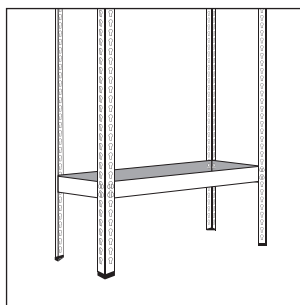

Рис. 3. Сборка каркаса полки
5. Далее возьмите короткие стяжки, и соедините ими собранные стойки таким образом, чтобы получился каркас яруса (рис. 3).